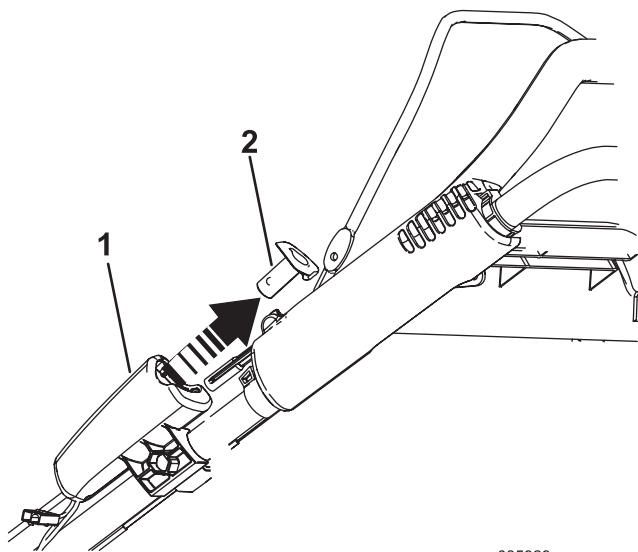

Figure 26
1. Retirez le bouton du démarreur électrique (Figure 26).